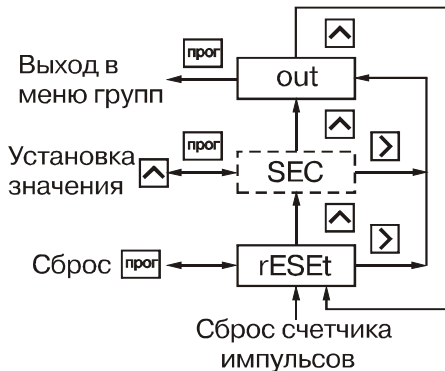

Рис. 28
6.1.11. Группа **c\_rES** (рис. 28) предназначена для установки в исходное состояние счетчика импульсов (предделитель при этом обнуляется).